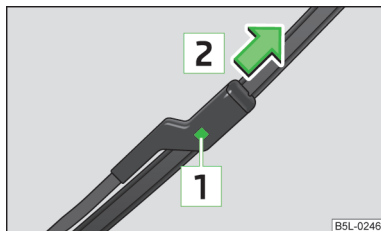

Fig. 51
- Apăsăți siguranța  » *fig. 51* și extrageți lamela ștergătorului de lunetă în sensul săgeții .